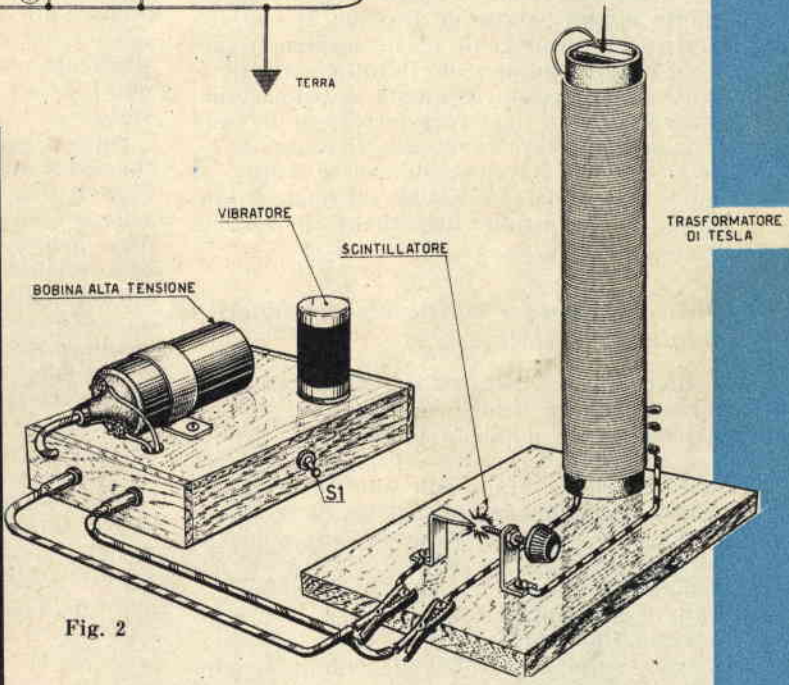

Fig. 2
**Fig. 2 - Il trasformatore di Tesla vero e proprio è montato a parte su una tavoletta di legno (a destra della figura), mentre l'alimentatore, costituito dalla bobina di alta tensione e dal vibratore, trova sistemazione in un telaio di legno (a sinistra della figura). Lo scintillatore costituito dalle due punte metalliche sarà bene fissarlo in una piastra di plastica o ceramica onde evitare perdite.**